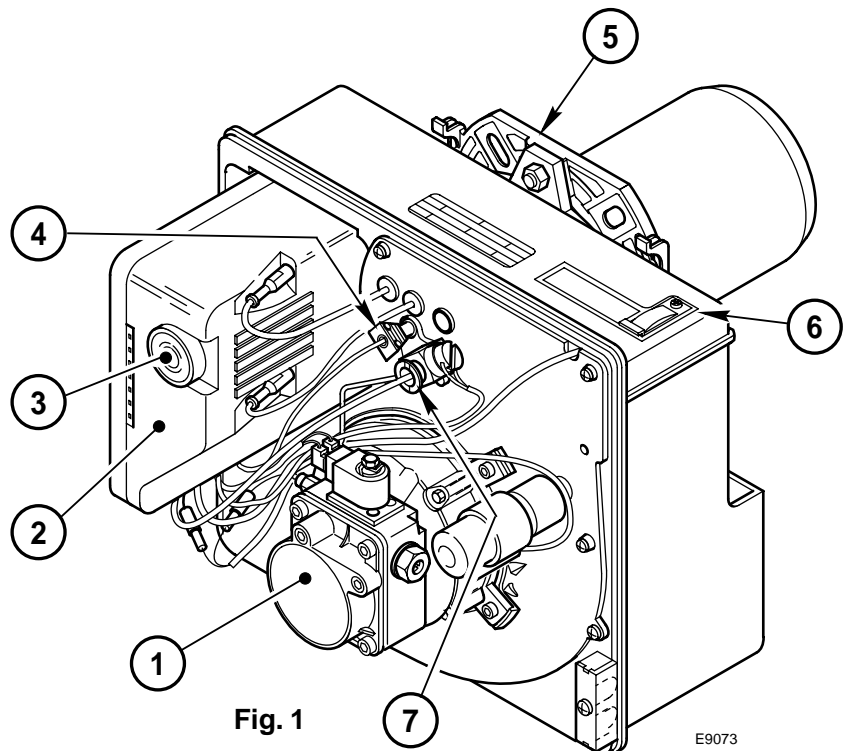

Fig. 1
B Wird durch die Kontrollampe am Steuer- und Überwachungsgerät signalisiert (3, Abb. 1, S. 1).
- Die Reinigung des Photowiderstandes ausführen, (4, Abb. 1, Seite 1).
Nachfolgend finden Sie einige denkbare Ursachen und Abhilfemöglichkeiten für Störungen, die den Betrieb des Brenners beeinflussen oder einen nicht ordnungsgemäßen Betrieb des Brenners verursachen könnten. In den meisten Fällen führt eine Störung zum Aufleuchten der Kontrolleuchte in der Entstörtaste des Steuergeräts (3, Abb. 1, S. 1).